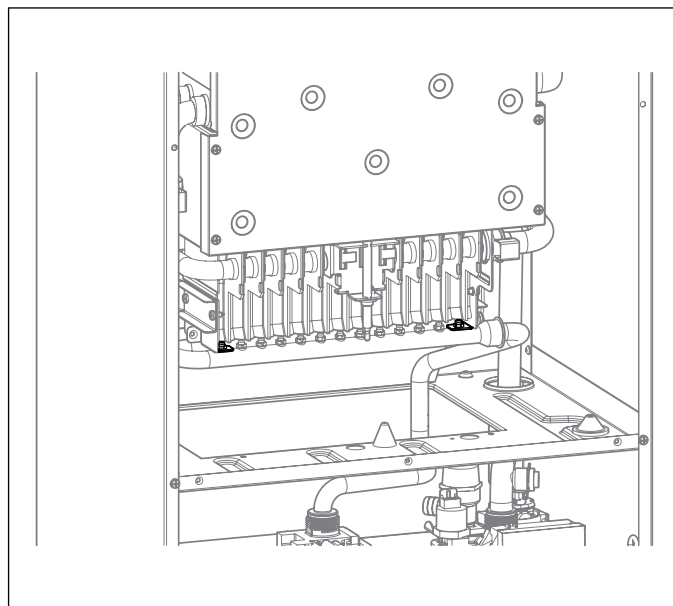

Abb. 16 Zentrierung der Gasdüsen
- Beim Einsetzen des neuen Gasverteilers darauf achten, dass die ersten Düsen auf der linken und die ersten auf der rechten Seite, zentriert, in den vorgesehenen Bohrungen sitzen (siehe Abb. 16).